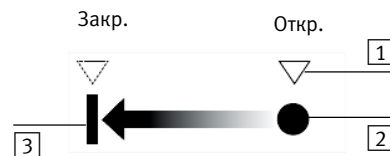

Рис. 16
1. Установить крышку на корпус. При этом установить красную стрелку (→ Рис. 16 [1]) прозрачной крышки на маркировку (→ Рис. 16 [2]) на корпусе.
3. Повернуть крышку так, чтобы красная стрелка указывала на маркировку (→ Рис. 16 [3])!